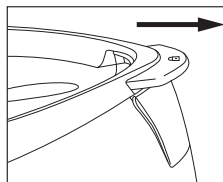

Рис. 1
- При наличии защитной плёнки на подошве паровой станции, (6) снимите её.
- В резервуаре (2) могут быть остатки воды, так как на производстве паровая станция проходила контроль качества.
- Снимите утюг с корпуса паровой станции (1), для этого разблокируйте фиксатор (4) (рис. 1) и снимите утюг.
- Протрите корпус паровой станции (1) и подошву утюга (6) слегка влажной тканью, после чего вытрите насухо.
- Рекомендуется заливать в резервуар (2) паровой станции воду, прошедшую дополнительную очистку бытовыми фильтрами.